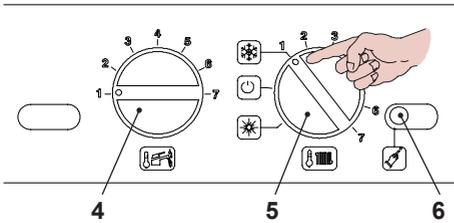
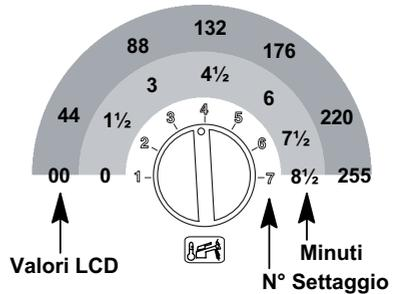

Fig. 5.78
Fig. 5.82
- Posizionare le manopole 4 e 5 come indicato in Fig. 5.78.
- Per settare il tempo di frequenza di riaccensione bisogna entrare in programmazione premendo per 15 secondi il pulsante di ripristino 6, in Fig. 5.78 fino alla comparsa del parametro **P01** sul display LCD; sul display LCD compare la seguente visualizzazione (la sequenza **P01** si alterna ---).
- Premere il pulsante di ripristino 6 in Fig. 5.78 per lo scorrimento dei vari parametri sino al raggiungimento del parametro **P10** valido per il settaggio della frequenza di riaccensione; sul display LCD compare la seguente visualizzazione (la sequenza **P10** si alterna
- Per cambiare il settaggio ruotare la manopola regolazione temperatura sanitari 4 in Fig. 5.78 e posizzionarla sul tempo prescelto Fig. 5.82 (nella figura esempio manopola settata per frequenza di riaccensione di 3 minuti).
Il passo del settaggio della manopola 4 Fig. 5.82 corrisponde a un valore letto sul display LCD di circa 44 (90 secondi) e questo valore può essere variato fino a circa 255 (8 minuti e mezzo); nell'LCD la sequenza **P10** si alterna con 60.